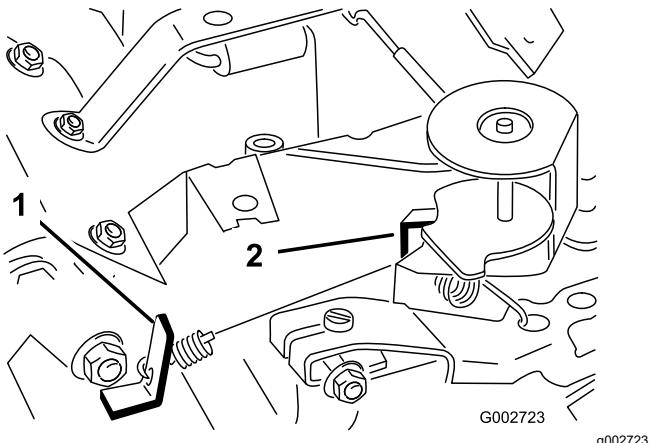

Figura 40
- Doble la pestaña de anclaje del muelle de regulación del ralentí (Figura 40) hasta obtener una velocidad de ralentí de 1675–1175 rpm.
- Doble la pestaña de anclaje del muelle de alta velocidad (Figura 40) hasta obtener una velocidad alta de 3350 – 3450 rpm.